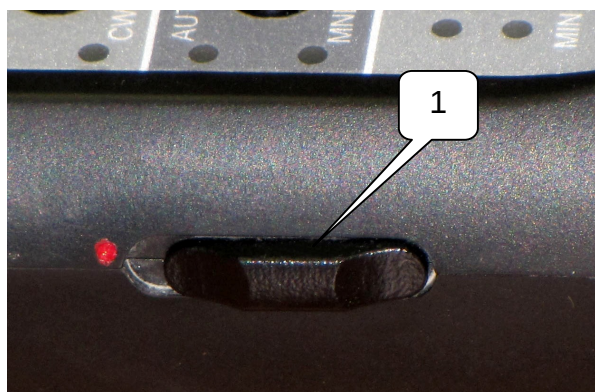

Рис. 5
4.4. На боковой поверхности пульта управления (см. 1 на рис. 5) располагается движковый выключатель питания. Контрастной точкой отмечено положение движка, соответствующее положе-
6.2. Для начала работы включить обнаружитель выключателем питания, расположенном на пульте управления (см. рис.5). При этом на пульте управления засветятся два индикатора 2-ND и 3-RD, указывающих на то, что питание обнаружителя включено.